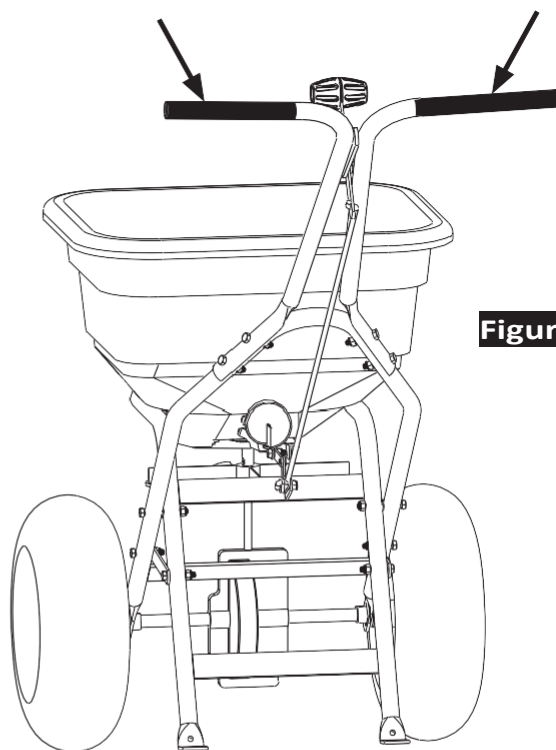

Figure 11
11. Posez les mancherons sur les poignées de l'épandeur, comme illustré à la figure 11.